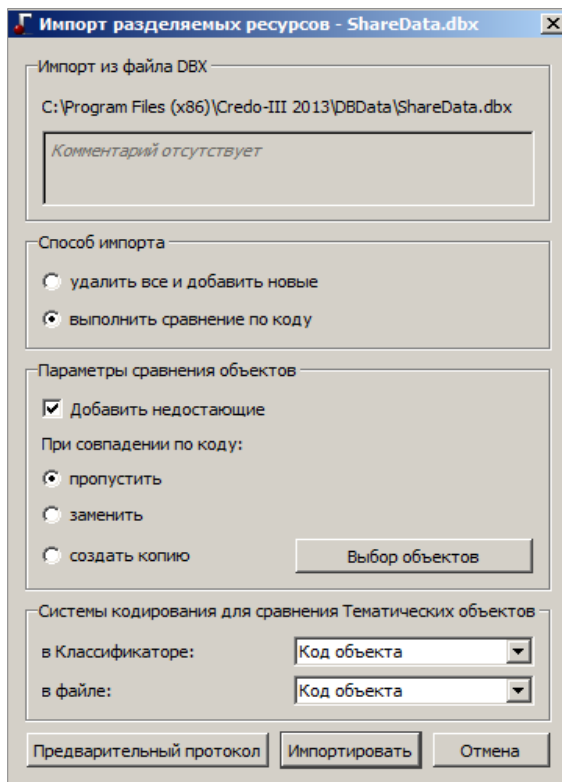

Рис. 15.23
Предусмотрено два способа импорта (рис. 15.23):
- элементы, коды которых совпали, пропустить, заменить или создать их копию (рис. 15.23).
Перед началом импорта можно просмотреть протокол, в котором отображается статистическая информация по импортированным объектам (кнопка **Предварительный протокол** (рис. 15.23)).